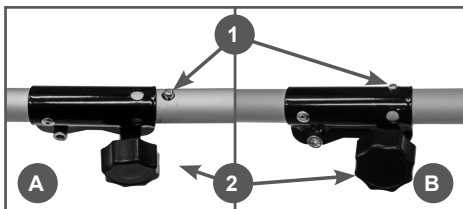

Рис. 4 Установка нижней штанги
2. Ослабьте на соединительной муфте барашковую гайку. Установите нижнюю штангу в соединительную муфту. Кнопку фиксатора на нижней штанге расположите напротив направляющего отверстия на соединительной муфте (Рис. 4А). Вставьте нижнюю штангу в соединительную муфту до упора. Слегка поворачивая штангу,
добейтесь, чтобы кнопка фиксатора нижней штанги вышла из направляющего отверстия на соединительной муфте (Рис. 4В). Закрутите барашковую гайку, для обеспечения плотности соединения.